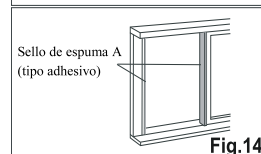

Fig.14
1. Corte los sellos de espuma A (tipo adhesivo) a las longitudes apropiadas y fíjelos al marco de la ventana. Véase Fig. 14.